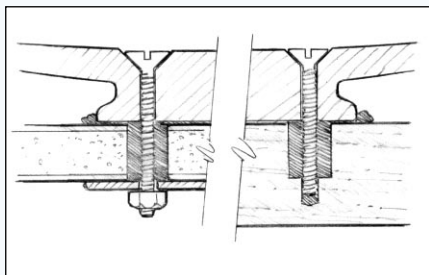

Figura 18 Serrare gli elementi di fissaggio fino a quando dalla giuntura non fuoriesce una piccola quantità di miscela.
5. Sistemare l'accessorio metallico in posizione. Inserire e serrare gli elementi di fissaggio fino a quando dalla giuntura non fuoriesce una piccola quantità di miscela (Figura 18).